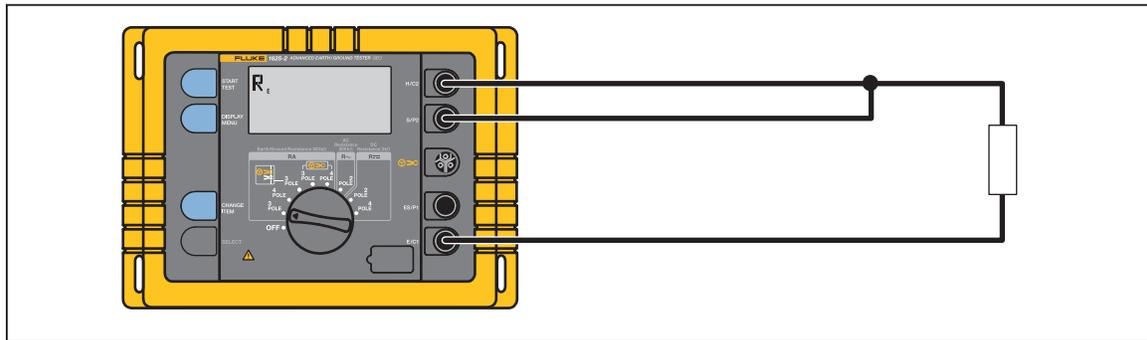

图 8. 修正夹式变流器误差
1. 如图 8 所示连接一个低欧姆电阻（约 1 Ohm 至需要修正的范围内）。